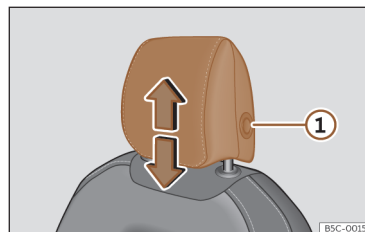
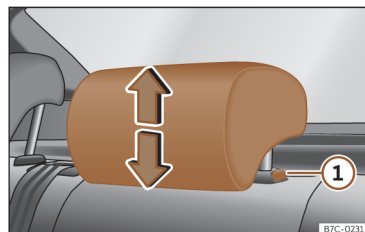

Fig. 100 Banco dianteiro: regulação do encosto de cabeça.
Fig. 101 Encosto de cabeça traseiro: ajuste do encosto de cabeça.
- Agarre o encosto de cabeça com ambas as mãos pelos lados e empurre para cima até o encaixar na posição desejada. Para baixá-lo, proceda da mesma forma, pressionando o botão lateral ① >>> Fig. 100 , >>> Fig. 101.